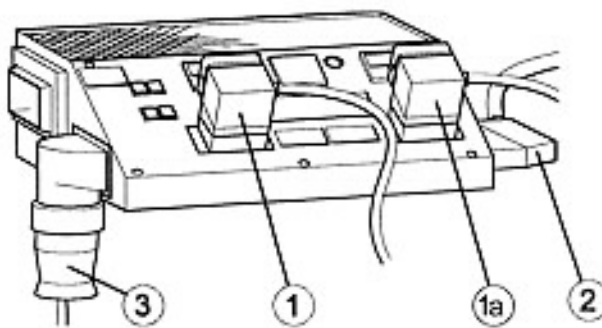

Bild 15 / Fig. 15
Small heating plate = left connector marked "6 A" (fig.15, pos.1)
Large heating plate = right connector marked "10 A" (fig.15, pos.1a)
- ⇒ Connect the connection cable for the hydraulic system (fig.15, pos.2) to the right hand side.
- ⇒ Connect the mains cable (fig.15, pos.3) at the bottom of the left hand side.
Petite plaque chauffante - connecteur de gauche portant l'inscription 6A (fig.15, pos.1)
Grande plaque chauffante - connecteur de droite portant l'inscription 10A (fig.15, pos.1a)
- ⇒ Brancher le câble d'alimentation électrique du système hydraulique (fig.15, pos.2) sur le côté droit.
- ⇒ Brancher le câble de réseau (fig.15, pos.3) sur le dessous du côté gauche.
Kleine Heizplatte - linker Anschluß mit Beschriftung 6 A (Bild 15, Pos. 1).
Große Heizplatte - rechter Anschluß mit Beschriftung 10 A (Bild 15, Pos. 1a).
⇒ Anschlußkabel Hydraulikstrom (Bild 15, Pos. 2) an der rechten Seite einstecken.
⇒ Netzkabel (Bild 15, Pos. 3) an der linken Seite von unten einstecken.